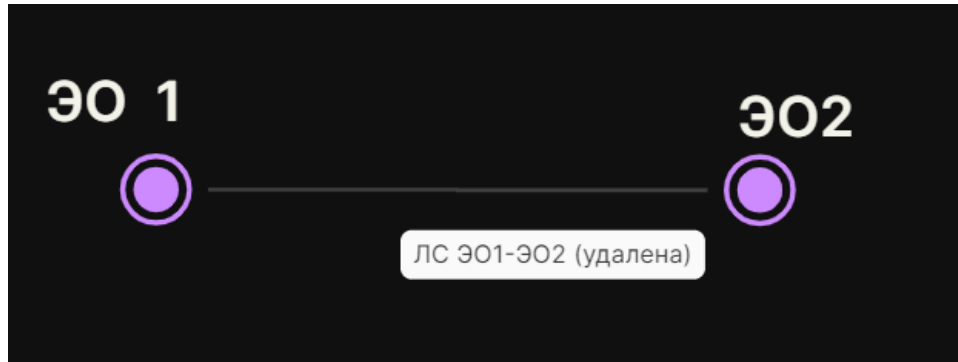

Рисунок 5.81. Графическое отображение ЛС на схеме при отсутствии ее в Системе
- условное обозначение линии связи согласно Приложение 1. Условные обозначения на схеме. Цвет условного обозначения - серый. При наведении курсора на ЛС выводится окно с наименованием ЛС и указанием дополнительной информации для пользователя: «удалена» (Рисунок 5.81);